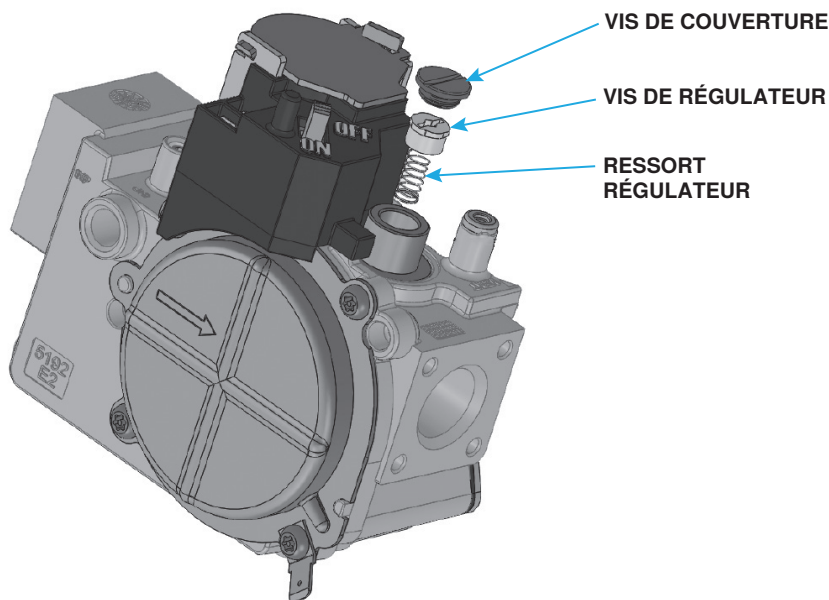

Figure 3. Remplacement du ressort du régulateur
- b. Retirez la vis du couvercle, la vis du régulateur et le ressort du régulateur existant du manchon du régulateur de vanne de gaz combinée (voir Figure 3).